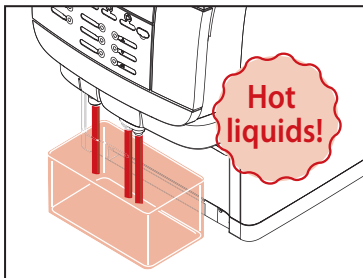

图 11
11. 让 Milk Master Pro 和咖啡机完成清洁功能（参见图 11）。
11. 将牛奶罐滑入冷藏室中原来的位置，清洁过程中让冷藏室门敞开，以免蒸汽积聚在制冷区（参见图 11）。
11. 在清洁容器中加一片 RINZA 清洁片（参见图 11）。
10. 在清洁容器中加一片 RINZA 清洁片（参见图 11）。